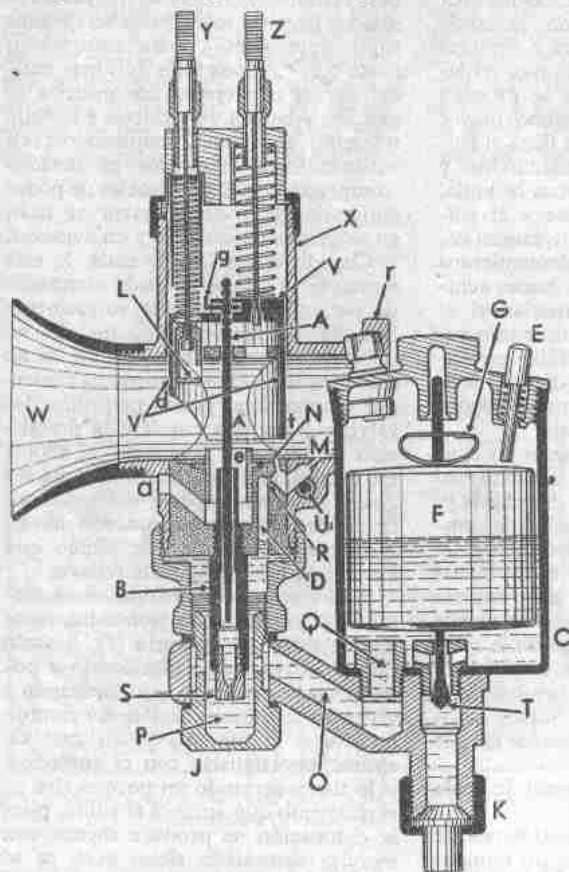

Fig. 147.—Corte del carburador Amal.
**Funcionamiento en ralenti** (fig. 147).—La *corredera* *V* está baja y obtura con su falda posterior *t* el paso principal de gases, pero el arco delantero *d* permite entrar aire, que, por la aspiración del motor, entra por el conducto *N*, se carga de gasolina en el calibre de ralenti *R*, y sale por *M* al cilindro o cilindros. En realidad, al pasar por *R* se carga con una emulsión de la gasolina que sale por *R* y del aire que entra por un orificio especial calibrado, en parte, con el tornillo *U*. (Véase también la figura 149).